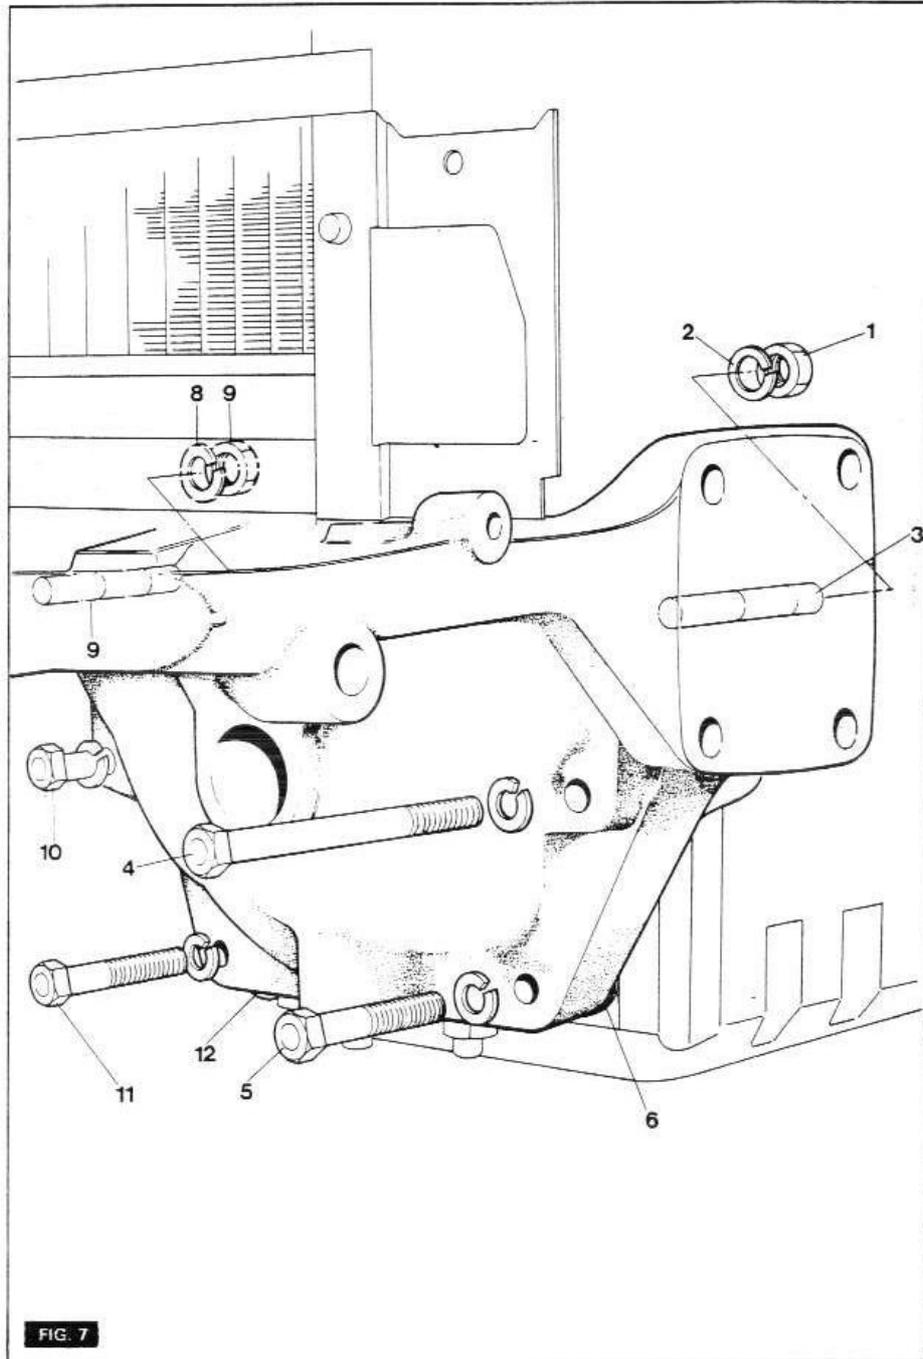

FIG. 7
- 11 - (figure 7) - Retirer l'écrou (1) et la rondelle (2) du goujon (3).
- 12 - Retirer les vis (4) et (5).
- 13 - Retirer l'écrou (9) et la rondelle (8) du goujon (9).
- 14 - Retirer les vis (10) et (11).
- 15 - Séparer l'ensemble support et essieu du bloc moteur. Récupérer les rondelles d'épaisseur (6).
- C) (figure 7) - Placer des rondelles d'épaisseur (6) et (12) afin d'obtenir un jeu de 0,25 mm entre le support et le bloc-moteur.
LEGENDE DE LA FIGURE 7 -Côté Gauche